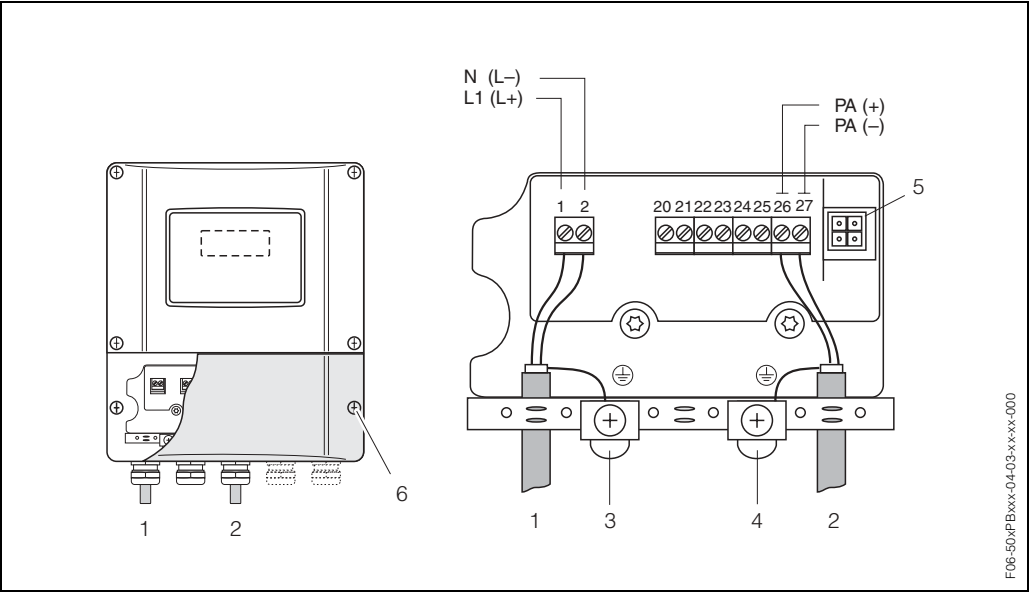

Fig. 17 : Raccordement du transmetteur (boîtier pour montage mural), section de câble : max. 2,5 mm2
Manière de procéder (fig. 16, fig. 17) :
- Schéma de raccordement (boîtier mural) → fig. 17